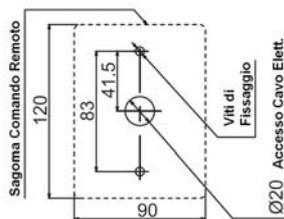

Fig. 1
2. Praticare 3 fori nel muro (Fig.1), uno per il cavo, due per le viti di fissaggio. Applicare i tasselli se necessario
2. Rimuovete il cappuccio protettivo dal connettore a 3 pin marcato "EZ Connect" che si trova fra i cavi dell'unità Master (Fig.1)
4. Controllate che i microinterruttori della selezione del gas N.1 e N.2 siano nella corretta posizione per il tipo di gas con cui viene alimentato l'apparecchio (Fig.1).